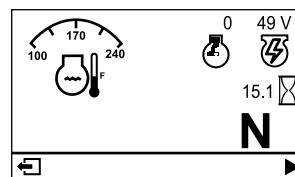

Bild 18
- **Hauptinformationsbildschirm (Bild 18):** Zeigt aktuelle Maschineninformationen an, während der Schlüssel in der Stellung EIN ist.